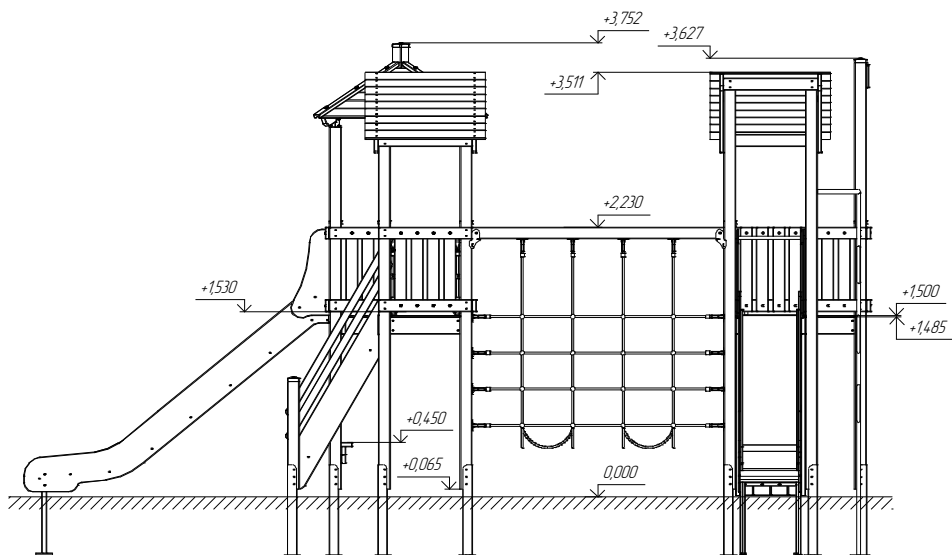

Рис.5. Схема высот 1.
3. Соберите каркас из досок (поз.34,35,37) с помощью саморезов 6х120 (8 шт.) и закрепите на высоте 1485 мм, указанной на рис.5 с помощью саморезов 6х90, шайб 8 и составных колпачков 8 (по 8 шт.). Затем установите доску 36 с помощью болтов мебельных М8х60 и гаек Эриксона М8 (по 2 шт.).
4. Соберите три каркаса из досок (поз.34,37,38,39,41,42) с помощью саморезов 6х120 (32 шт.) и закрепите на высоте 1485 мм, указанной на рис.5 с помощью саморезов 6х90, шайб 8 и составных колпачков 8 (по 30 шт.).